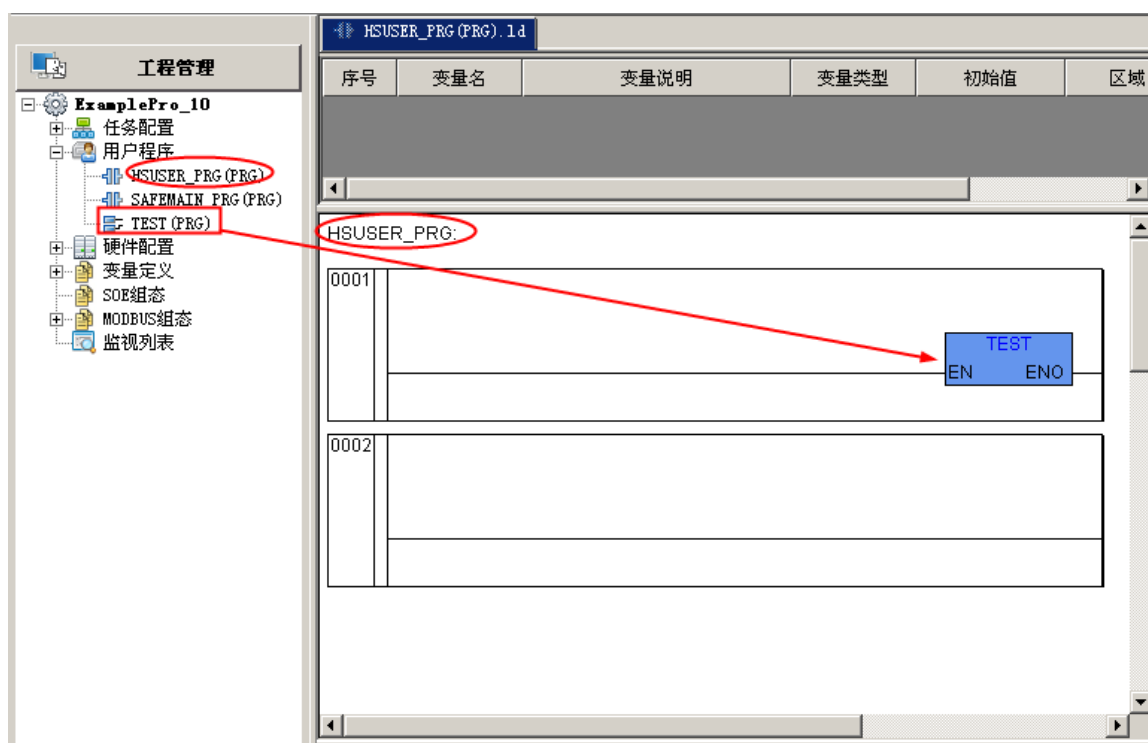

图 1.1.20 添加程序调用
- （3）单击左侧的节编号 0001 以选中新添加的节，然后单击选中“用户程序”下的用户自定义程序“TEST”节点，按住鼠标左键不放，拖动到选中的节上，待鼠标呈  形态时，释放鼠标左键，添加对用户自定义程序 TEST 的调用，如图 1.1.20 所示：